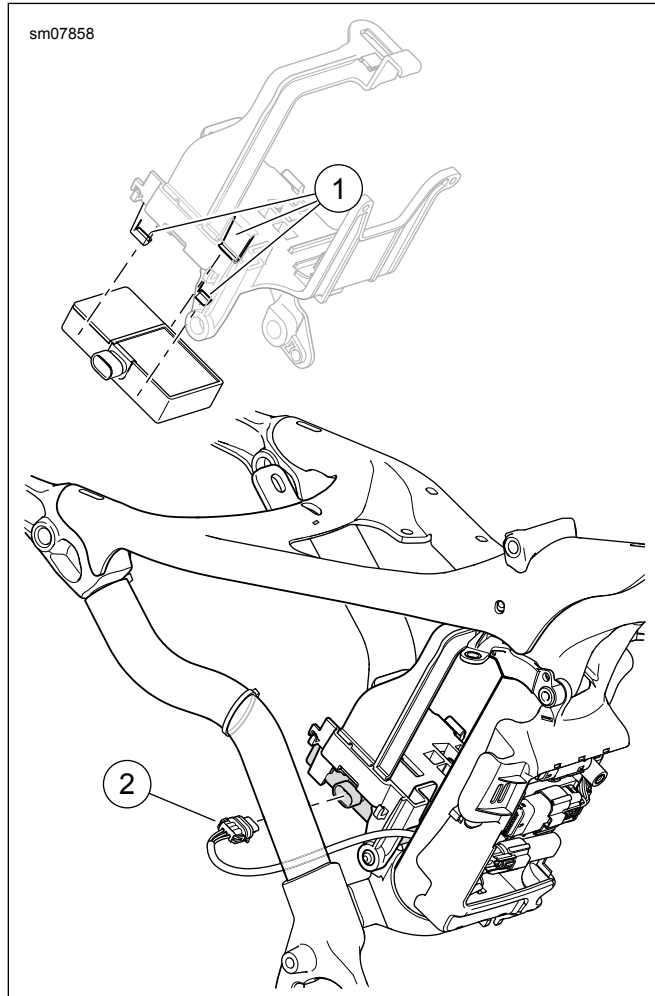

Figure 3. Sportster
3. Voir la Figure 3. Faites glisser la sirène dans le plateau de la batterie avec le disque piézoélectrique vers le bas. Assurez-vous que les onglets (1) verrouillent la sirène en place.
4. Connectez le connecteur [142B] (2) à la sirène.